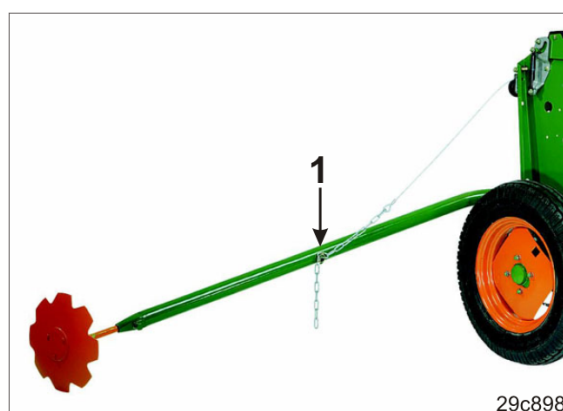

Fig. 167
5. Fixe a corrente com uma chaveta (Fig. 167/1).